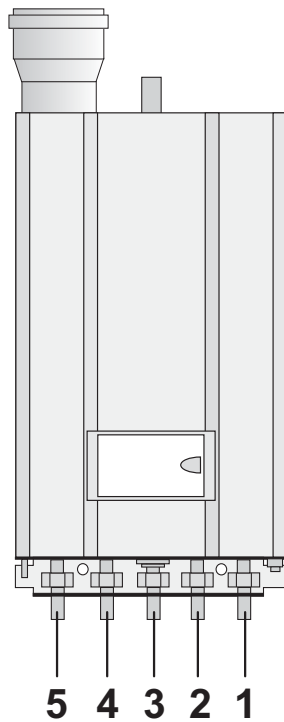

Abb. 3.1
- Die Überwurfmutter der vorhandenen Anschlüsse (1) bis (5) (Abb. 3.1) unter Zuhilfenahme eines SLW 30 - Schlüssels gut festziehen.